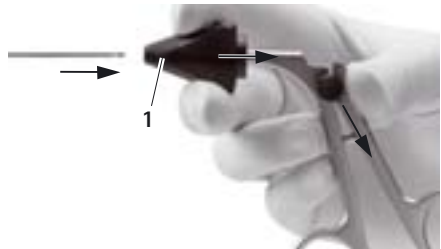

Afb. 7
- Zorg ervoor dat de buitenbuis 10 tot de aanslag over de binnenbuis 9 met het werkinzetstuk 7 wordt geschoven, zie Afb. 7.